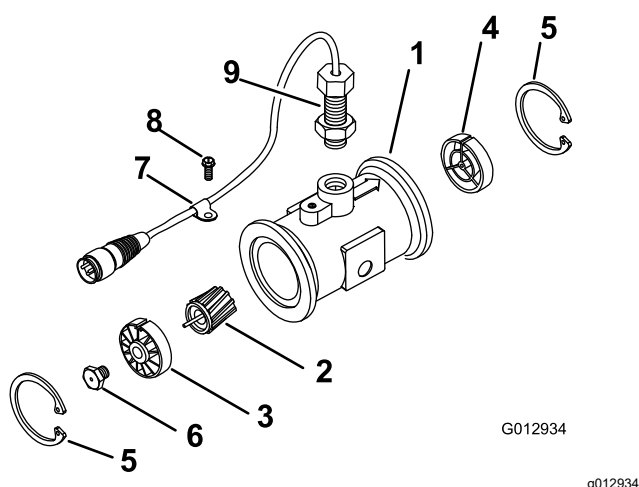

Figura 65
3. Retire o anel de retenção do lado superior (Figura 65).